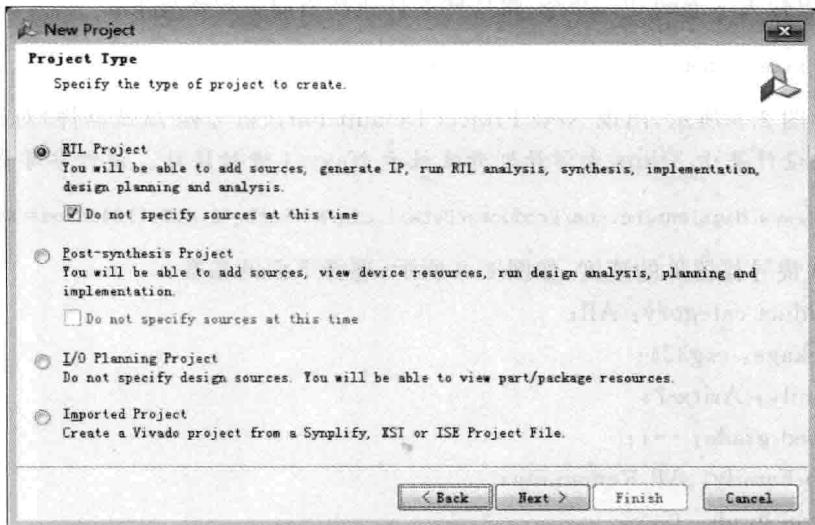

图 2.7 指定工程的类型
- (5) 单击 Next 按钮。
- (6) 如图 2.7 所示, 出现 New Project-Project Type(新工程-工程类型)对话框界面。在该界面内提供了下面可选的工程类型:
- ① RTL Project: 选择该选项, 设计者可以添加源文件、生成 IP、运行寄存器传输级(RTL)分析、综合、实现、设计规划和分析。
- ② Post-synthesis Project: 选择该选项, 设计者可以添加源文件、查看器件资源、运